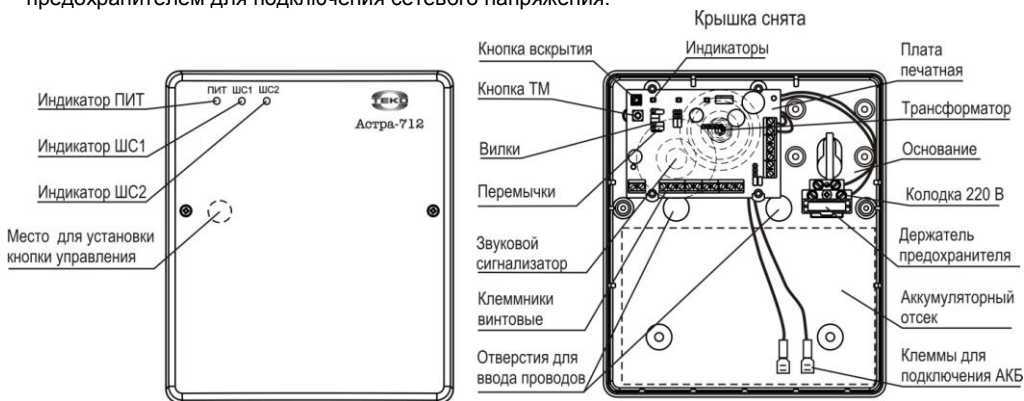

Рисунок 1
6.1 Конструктивно прибор выполнен в виде блока со съемной крышкой (рисунок 1). Внутри блока установлена печатная плата с радиоэлементами, сетевой трансформатор и колодка с предохранителем для подключения сетевого напряжения.